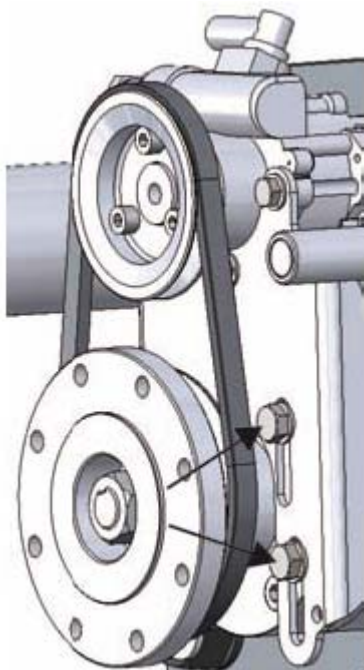

Figura 75. Bulloni di fissaggio della staffa della pompa idraulica
La staffa è montata sulla parte anteriore della cassa del cuscinetto con quattro bulloni, due per ogni lato della pompa (figura 75).
1. Allentare i bulloni della staffa (figura 75).
2. Posizionare la staffa contro la superficie anteriore della cassa del cuscinetto ed avvitare i bulloni manualmente (figura 75). Usare liquido frena filetti.